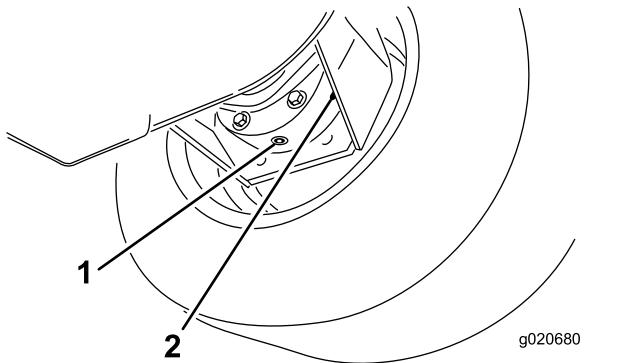

Bild 90
3. Stellen Sie ein Auffanggefäß unter das Bremsgehäuse, entfernen die Verschlusschraube und lassen das Öl ablaufen (Bild 90).